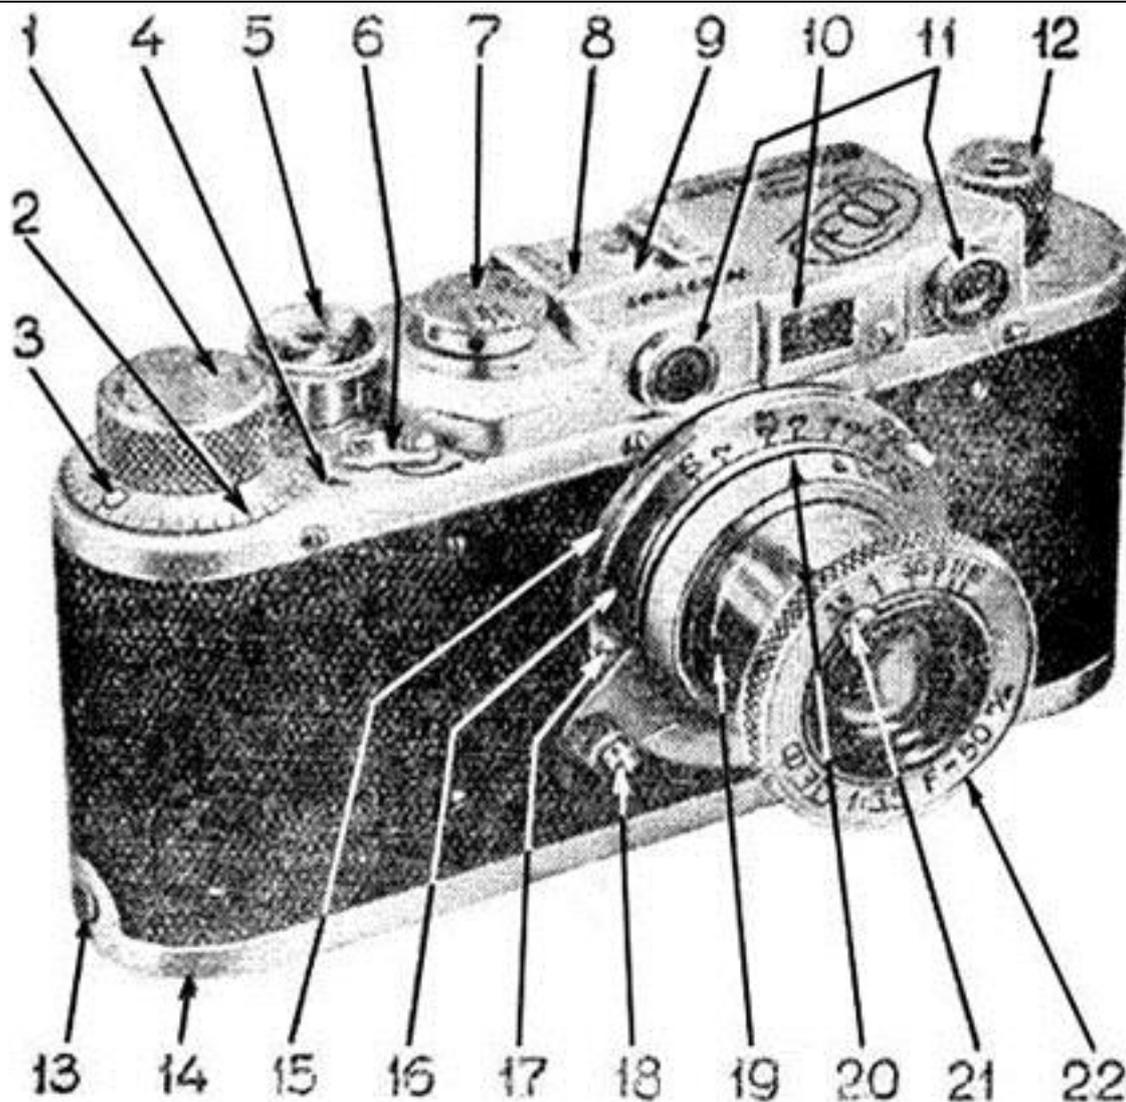
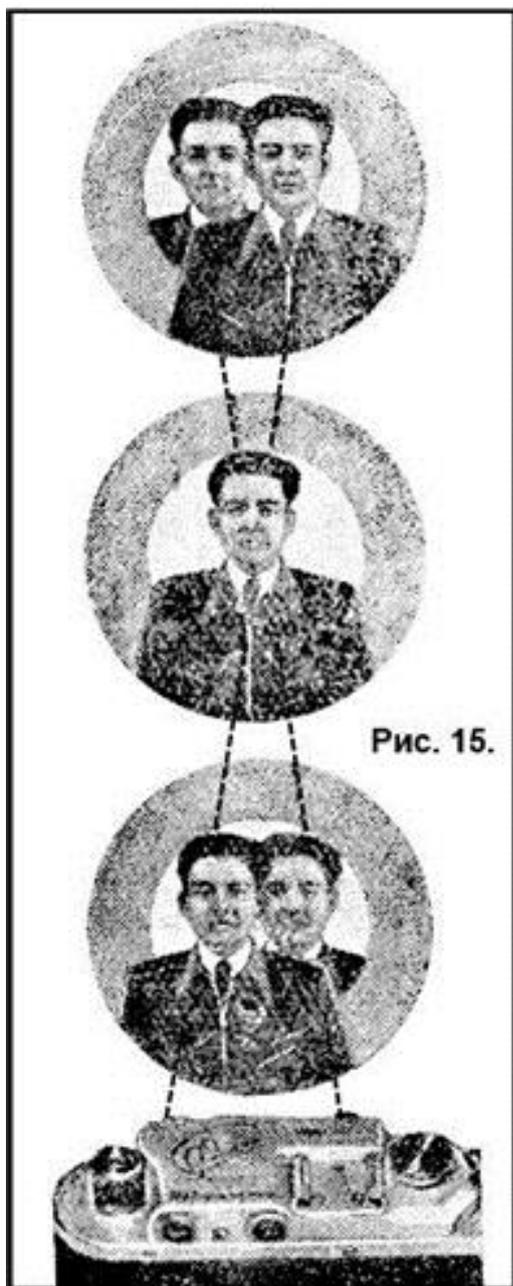

Рис. 2.
Рис. 15.
2. Внешние детали механизма фотоаппарата и управление ими (см. рис. 2)
Проверьте, в каком положении находится выключатель механизма затвора (6 на рис. 2). Затвор должен быть включен. Повернув заводную головку шторного затвора до отказа, заведите затвор и поставьте камеру объективом от себя.
Возьмите кассету «А» в правую руку, катушку «Б» в левую, введите пленку в прорез «С», равномерно опуская катушку и кассету в их гнезда (рис. 12). При опускании следите, чтобы конец пленки не выдернулся из-под пружины катушки. Если кассета не опускается на свое место, поверните головку обратной перемотки пленки (12 на рис. 2).
Установите нулевое деление шкалы счетчика снятых кадров (2 на рис. 2) против указателя (4 на рис. 2), для чего поверните лимб против направления стрелки на головке завода.
Для перемотки выключите механизм затвора, для чего нажмите на спусковую кнопку (объектив должен быть закрыт крышкой), поверните выключатель механизма затвора (6 на рис. 2) к букве «В». Поднимите вверх головку для перемотки заснятой пленки (12 на рис. 2) и вращайте ее по направлению стрелки, выгравированной на ее торце (рис. 13).
Окончание перемотки определяется по усилию, которое потребуется приложить для выдергивания пленки на катушки приема заснятой пленки, а также по прекращению вращения защитной гайки спусковой кнопки (5 на рис. 2). После выдергивания конца пленки поверните головку еще на 2–3 оборота, откройте аппарат, как было указано ранее, и выньте кассету.
Выключатель механизма затвора (6 на рис. 2) поверните в исходное положение до упора и заведите затвор, после чего аппарат может быть заряжен вновь.
Направьте аппарат так, чтобы выбранный вами для съемки предмет был виден в середине светлого поля дальномера (рис. 15). Нажмите кнопку поводка оправы объектива (18 на рис. 2) и, освободив замок, поворачивайте поводок, продолжая смотреть на выбранный для съемки предмет. Оба изображения будут сближаться. Продолжайте поворачивать поводок до полного совмещения изображений. В этом положении объектив будет установлен так, что даст резкое изображение снимаемого предмета на пленке. Лунка лимба (20 на рис. 2) укажет по шкале (16 на рис. 2) расстояние от задней стенки камеры до фотографируемого предмета.
В тех случаях, когда необходимо сфотографировать объект, имеющий значительную протяженность в глубину, или фотографируется ряд предметов, расположенных на разных расстояниях от аппарата, необходимо при выборе значения диафрагмы при съемке учитывать показания шкалы глубины резкости (20 на рис. 2).